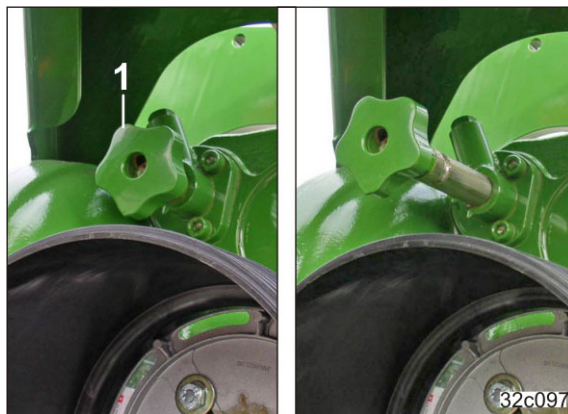

図 94
1. シフトレバー ( 図 94/1 ) は、ギアシフトに用いられます。